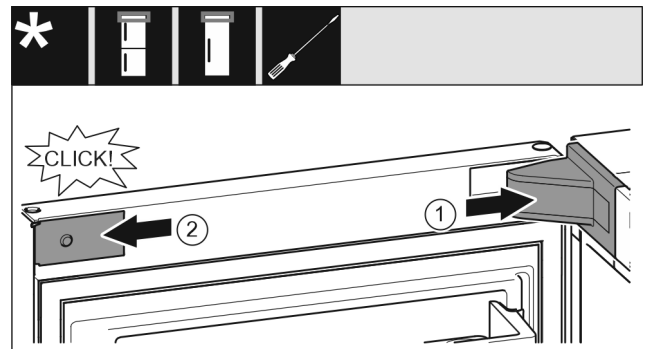

Fig. 24
- ▶ Monter lagerblokkdekslet Fig. 24 (1) og smekk det på plass, og skyv det forsiktig fra hverandre om nødvendig.
- ▶ Plasser dekslet Fig. 24 (2) på siden og smekk det på plass.